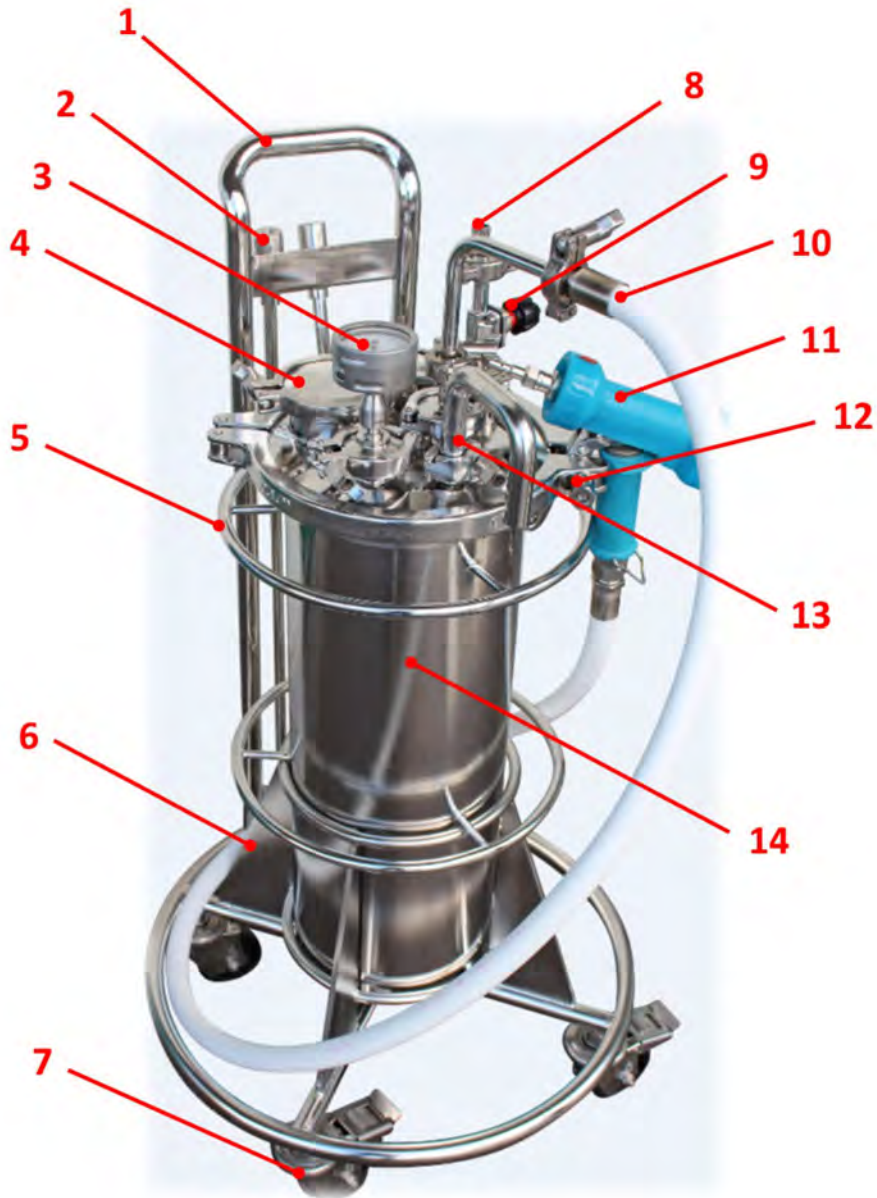

Abb. 2: Aufbau des Sprühdruckbehälters
### Das Sprühdrukbehälter-System gemäß Abbildung (☞ Kapitel 5 „Aufbau“ auf Seite 21 und Abb. 2) wie folgt montieren:
*Das Absperrventil für die Druckluft (☞ Kapitel 5 „Aufbau“ auf Seite 21 und Abb. 2, Pos. 9) muss geschlossen sein.*
*Das Druckentlastungsventil (☞ Kapitel 5 „Aufbau“ auf Seite 21 und Abb. 2, Pos. 13) hat einen festeingestellten Wert von 0,469 MPa (4,69 bar) mit einer Toleranz von +/- 15%. Wird dieser Wert überschritten bricht die Feder im Ventil und der Druck entweicht über den angeschlossenen 180° Bogen. Das Druckentlastungsventil sitzt zwischen den TC-Stützen (☞ Kapitel 5 „Aufbau“ auf Seite 21 und Abb. 2, Pos. 13) und muss nach Federbruch ausgetauscht werden.*
1. ► Stellen Sie die externe Druckluftversorgung über die Schlauchtülle (☞ Kapitel 5 „Aufbau“ auf Seite 21 und Abb. 2, Pos. 8) her.
2. ► Das Absperrventil für die Druckluft (☞ Kapitel 5 „Aufbau“ auf Seite 21 und Abb. 2, Pos. 9) langsam öffnen und den Behälter unter Druck setzen, bis das Manometer zwischen 0,36 und 0,4 MPa (3,6 und 4,0 bar) anzeigt.